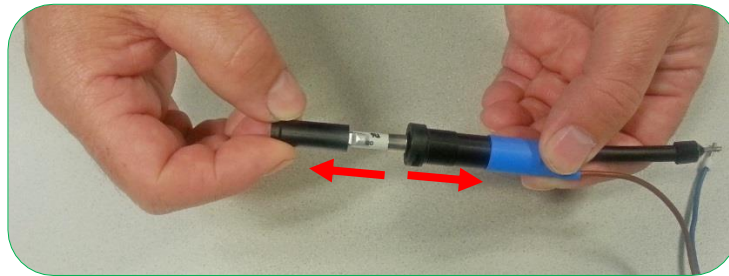

Bild 40: Sicherungs-Gehäuse Öffnung
1. Inneren Teil von Gehäuse nach unten drücken und drehen (siehe Bild 40 – links).
2. Sicherungs-Gehäuse öffnen und Sicherung wechseln (siehe Bild 40 – rechts).